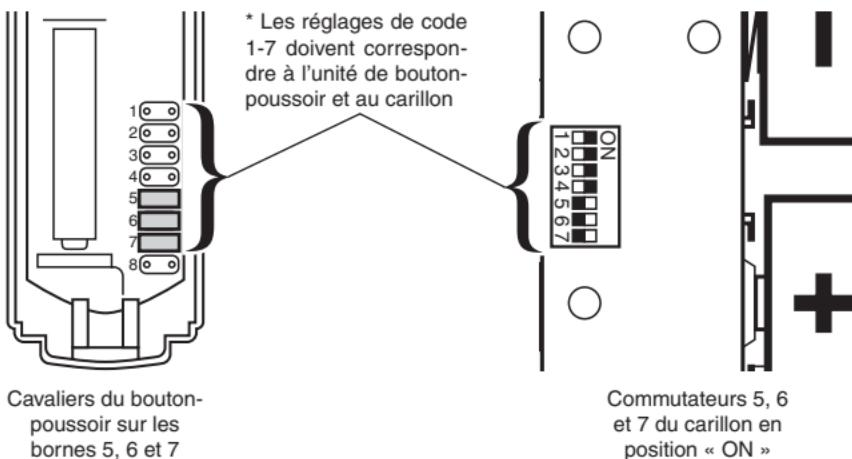

Figure 9 - Intérieur du bouton-poussoir et du carillon
- Assurez-vous que les codes de l'unité de bouton-poussoir et du carillon sont identiques (voir Figure 9).
- Ouvrez le boîtier du bouton-poussoir et du carillon, puis localisez les cavaliers dans le bouton-poussoir et les commutateurs dans le carillon (voir Figure 9).
Remarque : À l'usine, les cavaliers sont installés aux positions 5, 6 et 7 dans le bouton-poussoir tandis que les commutateurs 5, 6 et 7 sont placés en position « ON » dans le carillon (voir Figure 9).